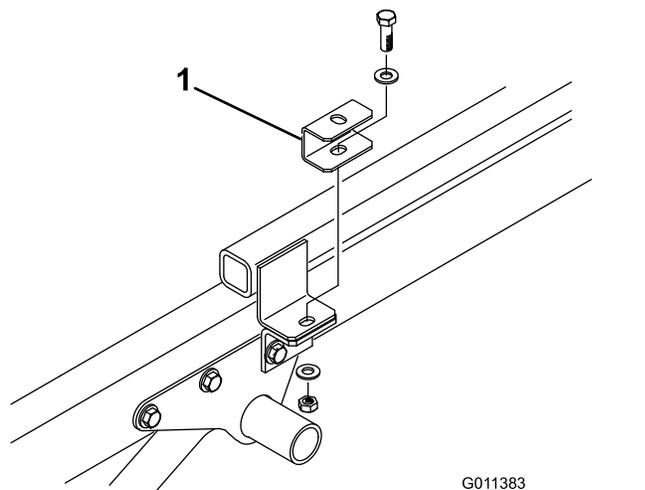

Рисунок 7
4. Закрепите монтажную проставку сверху на каждом выступе сцепной рамы снятыми ранее болтом, 2 плоскими шайбами и контргайкой (Рисунок 7).
5. Расположите машину на раме технологического автомобиля, совместив отверстия в задних монтажных кронштейнах с отверстиями на каждой стороне рамы (Рисунок 7).